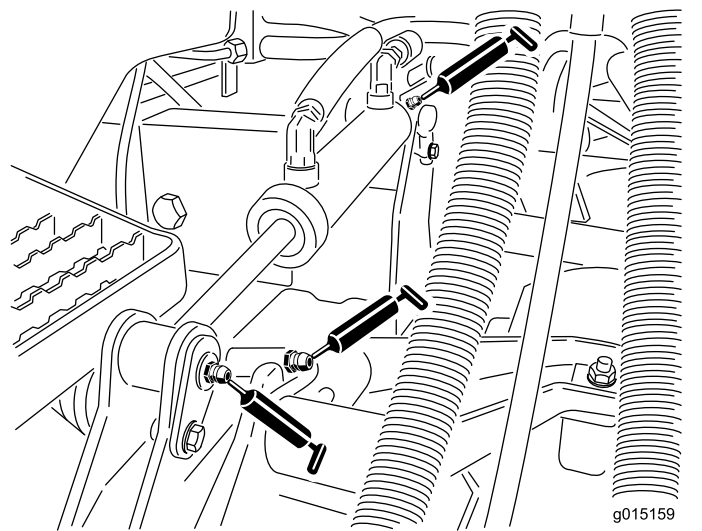

**Figura 114**
- Articulaciones esféricas del cilindro de dirección (2); consulte la Figura 114
- Articulaciones esféricas de la biela (2); consulte la Figura 114
- Casquillos de pivote de dirección (2); consulte la Figura 114